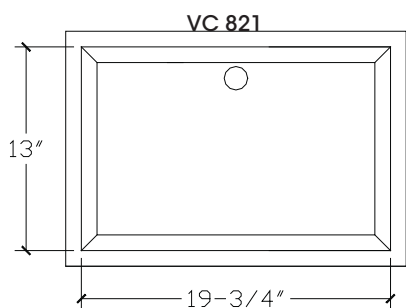
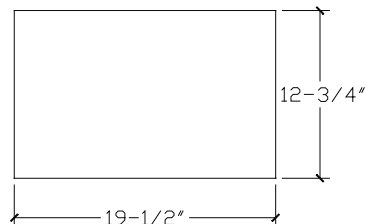

Figure 1
Figure 2
2. Déterminer la grandeur de l'ouverture en fonction du lavabo choisi. Par exemple, pour un lavabo dont les dimensions intérieures de la cuve sont 19-3/4" x 13" (figure 1), les dimensions de l'ouverture dans le comptoir doivent être de 19-1/2" x 12-3/4" (figure 2 et 3), soit 1/4" de moins tant sur la largeur que sur la profondeur.